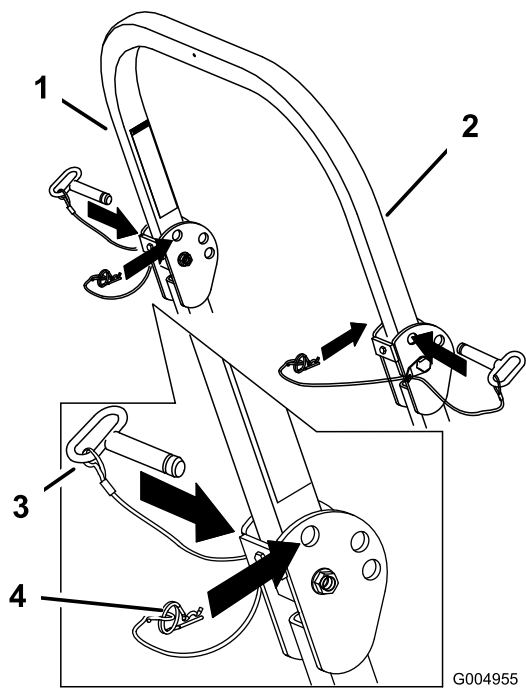

Figure 8
1. Retirez les goupilles fendues puis les 2 axes (Figure 8).
3. Posez les 2 axes et fixez-les avec les goupilles fendues (Figure 8).
4. Pour relever l'arceau de sécurité, retirez les goupilles fendues puis les 2 axes (Figure 8).
5. Relevez complètement l'arceau de sécurité puis insérez les 2 axes et fixez-les avec les goupilles fendues (Figure 8).